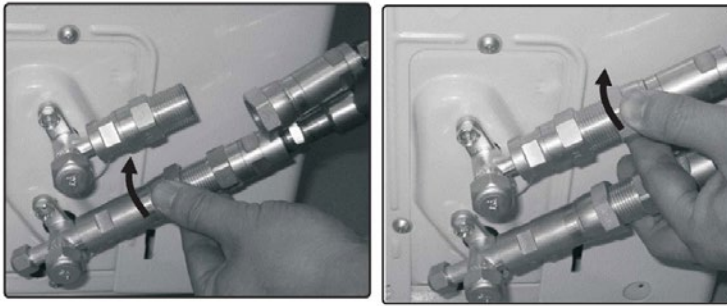

Fig. 6.3
3. Lijn de leidingen met koelmiddel juist uit zodat ze zich op dezelfde hoogte bevinden van de kleppen en niet onder spanning staan. Plaats de schroefkoppeling van de leidingen met koelmiddel juist op de draad van de buitenunit en zet deze eerst met enkele omwentelingen met de hand vast, Afb. 6.3.